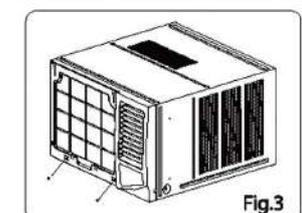

Fig.3
1. Retire dos tornillos en la parte inferior del marco. (Ver Fig. 3)